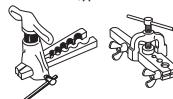

Fig. 4
4) Шырайналдыру (Fig. 4, 5). Кестеде көрсетілген мыс түтік елшемдерін қатаң түрде ұстаныңыз. Пайдаланылатын құралға сәйкес кестеден A mm таңдаңыз.